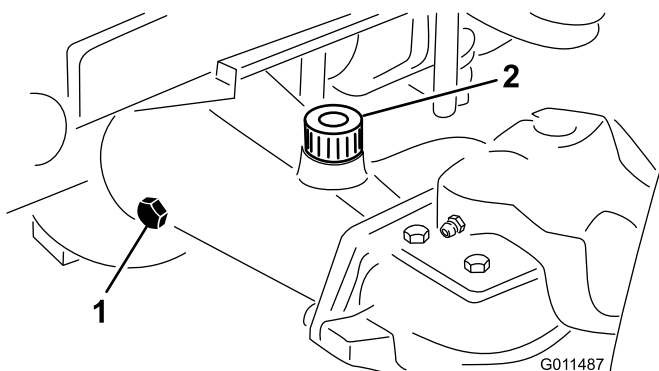

Figura 64
2. Togliete il tappo di controllo dall'estremità del ponte e verificate che il lubrificante raggiunga la base del foro (Figura 64).